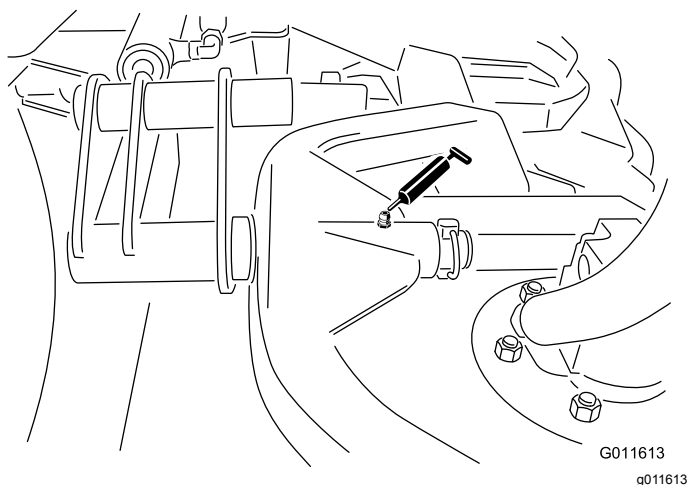

図 62
- カuttingユニットのキャリアフレームのピボット各1一 図 62